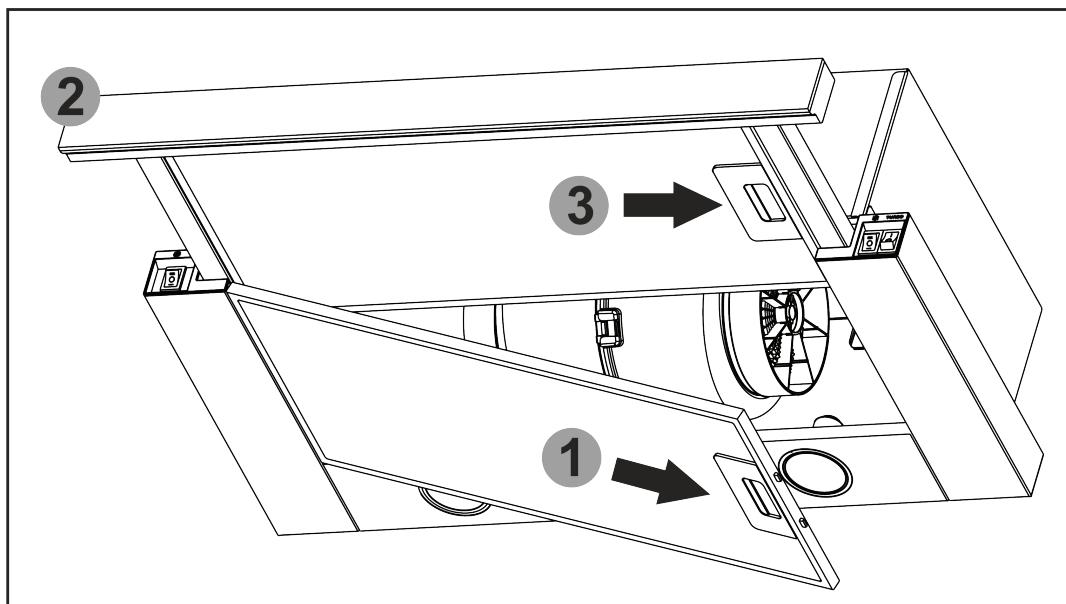

Рис.6
8.7 Для зняття алюмінієвого фільтру (**рис.6**) слід натиснути на пружинну засувку алюмінієвого фільтра **1** і зняти його. Витягнути висувну панель з фільтром **2** і зняти алюмінієвий фільтр **3**. Встановлення фільтру виконується в зворотному порядку.